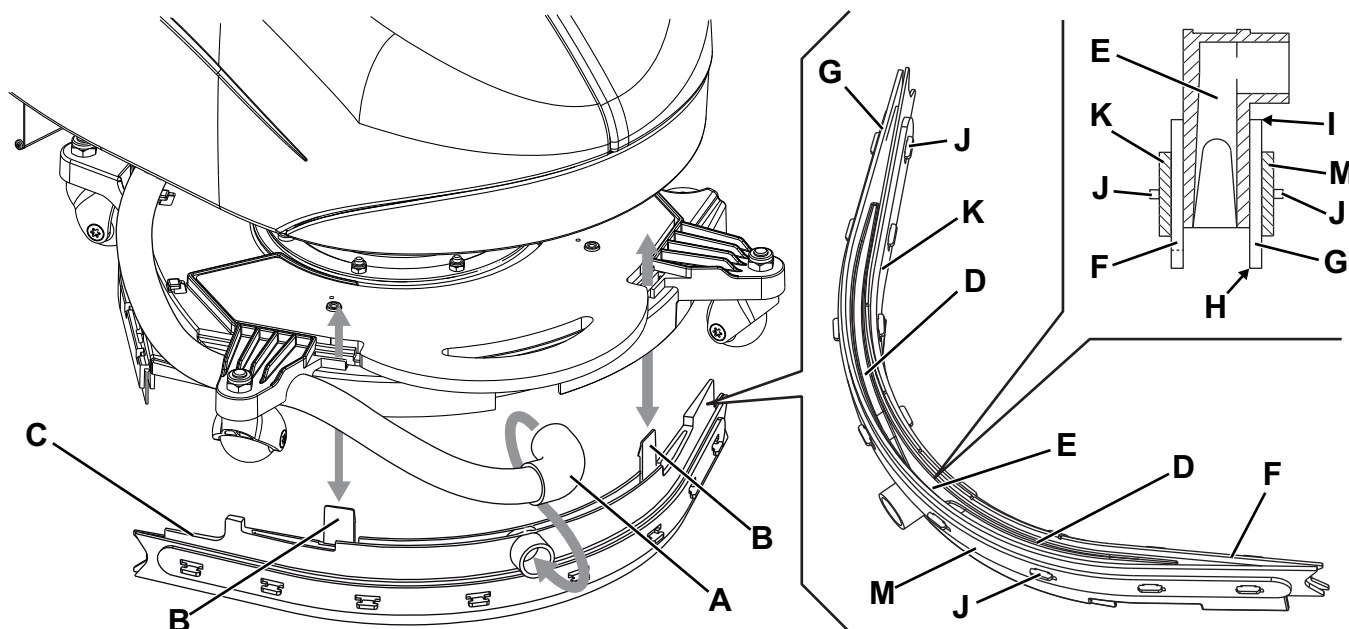

Figure 5
2. Tourner la manette (32) sur "0" et débrancher la batterie.
3. Tourner la tête porte-brosses / plateaux support disque (12) dans le sens contraire aux aiguilles d'une montre jusqu'à fin de course.
4. Déconnecter le tuyau d'aspiration (A, Fig. 5) de l'embouchure.
5. Dégager les pinces (B) et enlever l'embouchure (C).
6. Laver et nettoyer l'embouchure. Nettoyer en particulier les compartiments de convoyage (D) et l'orifice d'aspiration (E) de la saleté et des déchets.
7. Contrôler que la lamelle en caoutchouc avant (F) et la lamelle en caoutchouc arrière (G) sont intactes et qu'elles ne présentent pas de coupures ou déchirures ; dans le cas contraire, les remplacer (voir la procédure au paragraphe suivant).
2. Contrôler que la lamelle en caoutchouc avant (F, Fig. 5) et la lamelle en caoutchouc arrière (G) sont intactes et qu'elles ne présentent pas de coupures ou déchirures ; dans le cas contraire, les remplacer en procédant comme suit. Contrôler aussi que l'arête de la lamelle en caoutchouc arrière (H) n'est pas usée ; dans le cas contraire, renverser la lamelle, en remplaçant l'arête usée avec l'autre arête (I), si elle est encore intacte. Si l'autre arête est usée, remplacer la lamelle en caoutchouc, en procédant comme suit :
- Dégager la lamelle en caoutchouc en dégageant la barre de fixation (K ou M) des dispositifs de retenue (J), puis remplacer (ou renverser) la lamelle en caoutchouc (G ou F).
3. Installer l'embouchure (C) en insérant les pinces (B) dans les logements de la tête porte-brosses.
4. Connecter le tuyau d'aspiration (A) à l'embouchure.